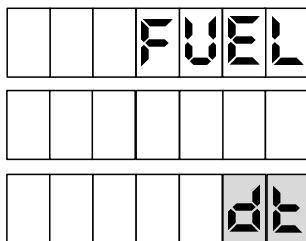

Рисунок 30
11.3 При выборе пункта 3 (**просмотр итогов по карте за период по видам топлива**) на табло ТРК отобразится экран ввода карты, после ввода карты необходимо указать интересующий период, а затем кнопками  или  выбрать из списка вид топлива (рисунок 30) и подтвердить выбор кнопкой .